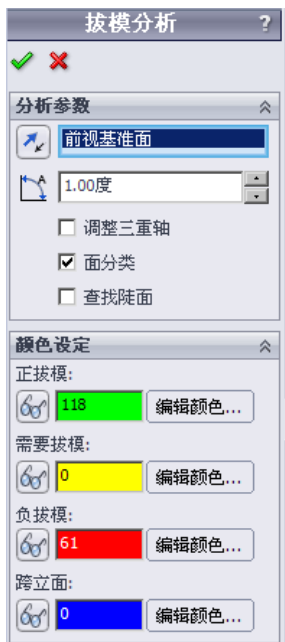

图 10.2.3 “拔模分析”对话框
Step1. 在“模具工具”工具栏中单击按钮，系统弹出“拔模分析”对话框，如图 10.2.3 所示。
Step2. 定义拔模参数。选取前视基准面为拔模方向；在拔模角度文本框中输入数值 1.0；选中 ☒ 面分类 复选框，在 颜色设定 区域中显示出各类拔模面的个数，如图 10.2.3 所示，同时，模型中对应显示不同的拔模面。